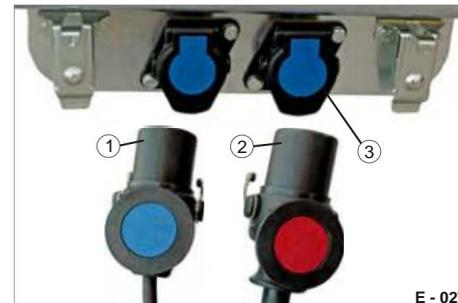

Fig. 10 Posizione di parcheggio sul timone del tubo
• Estrarre la spina (Fig. 9/3) dalla presa di parcheggio (Fig. 10/3), non tirare il cavo.
• Collegare la spina elettrica (Fig. 10/2) al trattore.